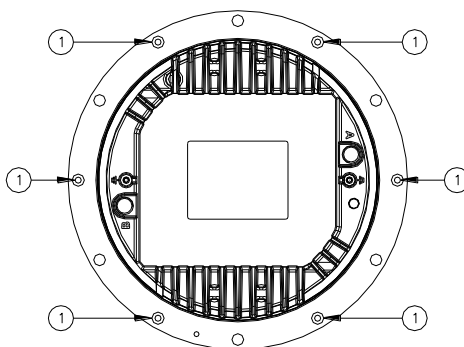
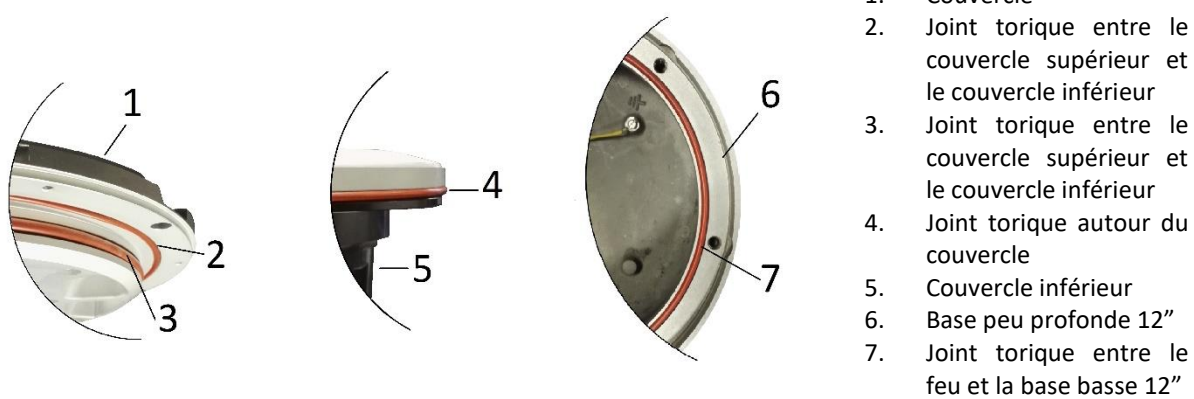

Figure 16 – Vis de fixation du couvercle inférieur
Figure 18 – Joints du feu
- Séparer le couvercle inférieur du couvercle supérieur en desserrant les six vis de blocage TORX SFH M5x16 (Figure 16 - n°1).
- six vis de blocage TORX SFH M5x16 (Figure 16 - n°1) ;
- les joints toriques entre le couvercle supérieur et le couvercle inférieur (Figure 18 – n°2 et 3) ;
Vérifier si le joint torique est positionné correctement entre le couvercle supérieur et le couvercle inférieur (Figure 18 – n°2 et 3) ; monter le couvercle inférieur dans le couvercle supérieur et le fermer avec les six vis TORX SFH 5x16 (Figure 16 - n°1). Une couche mince d'adhésif anaérobie frein-filet moyen (par exemple LOXEAL 24-18) peut être appliquée aux vis avant l'installation ; couple de serrage 2,5 Nm.
- joint torique autour du couvercle (Figure 18 – n°4) ;
- joint torique entre le feu et la base peu profonde (Figure 18 - n°7) ;